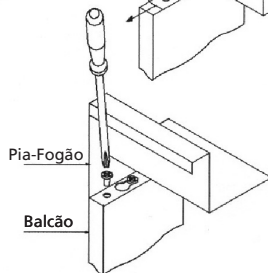

Fig. 14
- Utilizar 2 parafusos de cada lado e mais 1 na parte traseira para bloquear a pia-fogão no móvel [Fig. 14].